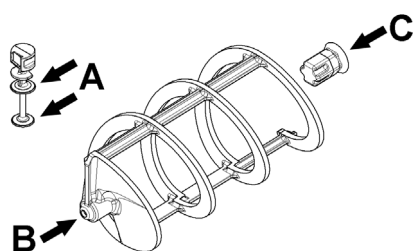

figura 9
**2** Lubrificar el pistón del grifo de erogación, el empalme hexagonal y el mezclador en los puntos indicados en la figura 9 utilizando exclusivamente la grasa que se entrega de serie con la máquina u otra grasa para uso alimentario.
**3** Montar de nuevo el grifo de erogación en el recipiente con secuencia inversa respecto a la de la figura 9.